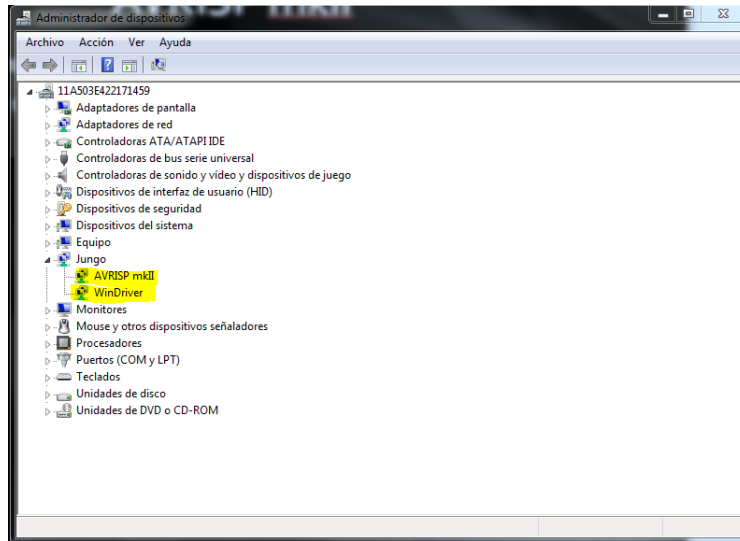

Figura 33 Drivers instalados
9. Verificar en el administrador de dispositivos, que los drivers “WinDriver” y el driver propio del programador, por ejemplo “AVRISP mkII”, se encuentren instalados bajo el menú “Junco”. Figura 33.